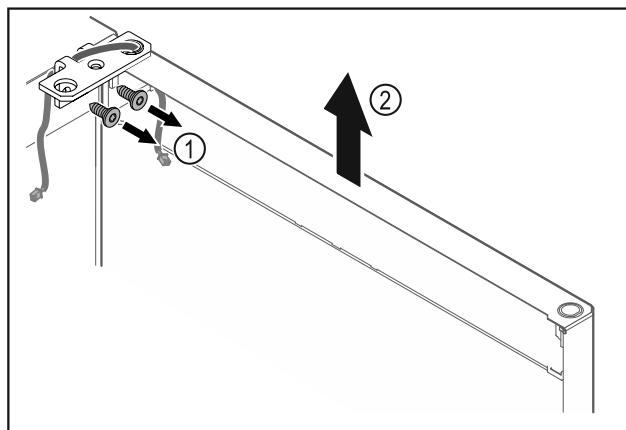

Fig. 16
- Skru hængselvinklen Fig. 16 (1) af.
- Løft døren og hængselvinklen Fig. 16 (2) ca. 200 mm lige op, og tag dem af.